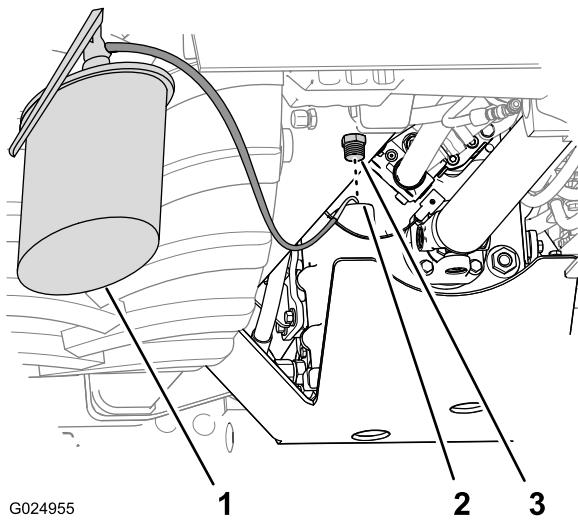

Figure 96
4. Faites le plein de l'huile de transmission spécifiée par l'orifice de remplissage (Figure 96).